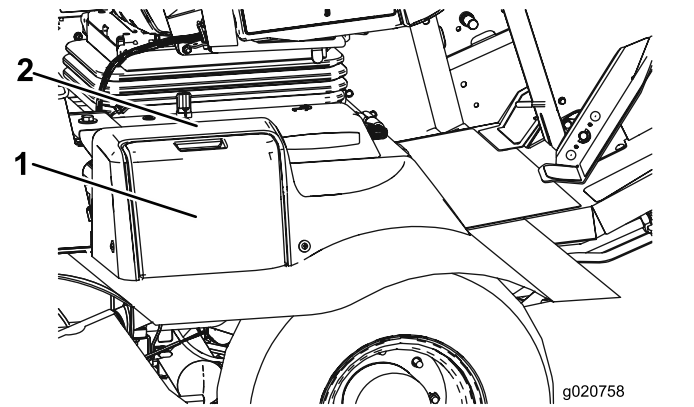

Figura 61
1. Abra la tapa de la batería, situada en el lado de la cubierta (Figura 61).
Nota: Presione hacia abajo sobre la superficie plana situada encima de la tapa de la batería para facilitar la apertura de la tapa (Figura 61).